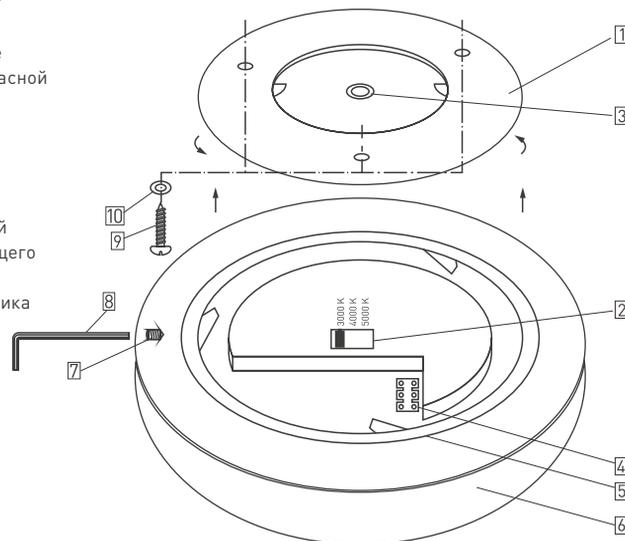

Рис. 2. Конструкция светильника
**⚠ ВНИМАНИЕ!** Для предотвращения несанкционированного демонтажа в конструкции крепления предусмотрен специальный стопорный винт [7] (см. рисунок 2). Для демонтажа светильника необходимо ослабить этот винт с помощью специального ключа [8] из комплекта поставки. Монтажное основание для отсоединения необходимо повернуть против часовой стрелки. Соответствующие обозначения имеются на корпусе светильника и на монтажном основании: «LOCK-OPEN», при этом «LOCK» соответствует положению «закрепить», а «OPEN» — «снять».
- Для переключения цветовой температуры воспользуйтесь переключателем CCT [2] (см. рисунок 2). Изменение режима работы допустимо делать только при отключенном питании светильника.